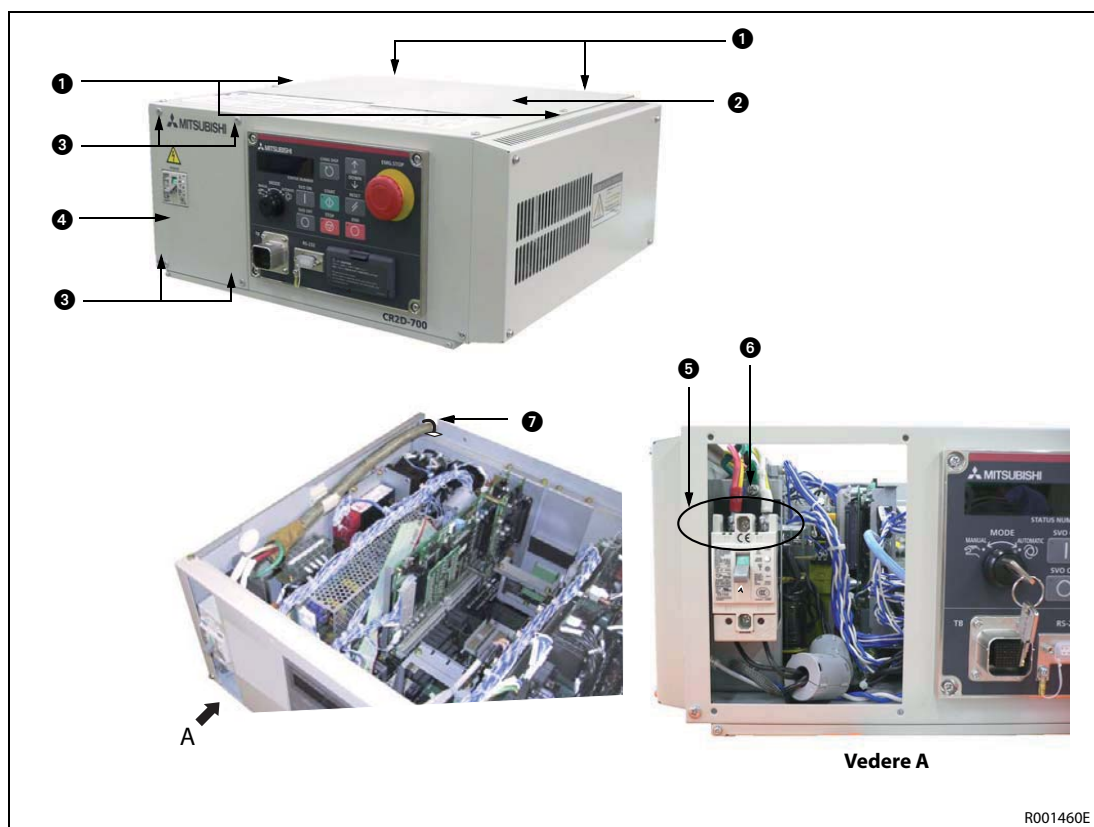

Fig. 4-5: Conectarea cablului de rețea și împământarea la unitatea de control CR2D și la unitatea de acționare DU2
- ① Asigurați-vă că alimentarea de la rețea și comutatorul de alimentare al unității de control sau al unității de acționare sunt oprite.
- ② Desfaceți cele patru șuruburi ① de pe capacul ② și îndepărtați capacul. Desfaceți cele patru șuruburi ③ de pe capacul comutatorului de alimentare ③ și îndepărtați acest capac.
- ③ Îndepărtați capacul terminalelor de la comutatorul de alimentare ⑤.
- ④ Pregătiți cablul de rețea (alimentarea) și cablul de împământare. Utilizați un cablu cu o secțiune minimă de 2,5 mm².
- ⑤ Conectați cablul de rețea la terminalele comutatorului de alimentare în conformitate cu Fig. 4-5 . Conectați cablul de împământare la conexiunea de împământare marcată PE ⑥ la carcasa unității de control.
- ⑥ Fixați la loc capacul terminalelor de la comutatorul de alimentare. Veți auzi un pocnet atunci când se fixează pe poziție.
- ⑦ Pozați cablul de alimentare prin orificiul pentru cablu din capacul posterior ⑦.
- ⑧ Fixați la loc capacul și capacul comutatorului de alimentare.